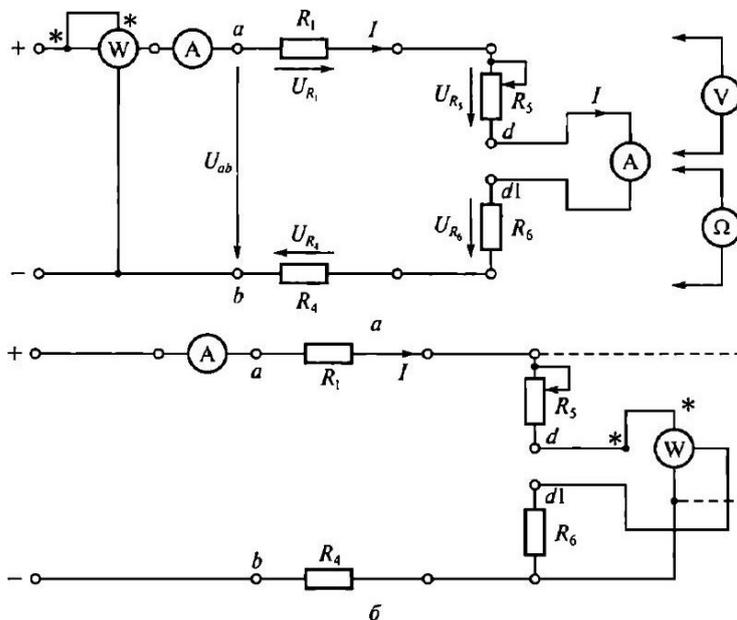

Рис. 2.1. Схемы ЭЦ постоянного тока для проверки:
3.2. Записать в протоколе испытаний применительно к ЭЦ, показанной на рис. 2.1, выражения для закона Ома, 2-го правила Кирхгофа и баланса мощностей.
3.5. Собрать ЭЦ в соответствии с рис. 2.1, а, установив вместо перемычки d — d1 миллиамперметр постоянного тока. После проверки схемы преподавателем подать в ЭЦ постоянное напряжение  $U_{ab}$ . Установить любое значение  $U_{ab}$  в пределах 10 ... 20 В и занести это значение в табл. 2.1.
3.8. Не изменяя сопротивления резистора  $R_5$  и напряжения питания  $U_{аб}$ , измерить с помощью ваттметра мощность, потребляемую каждым элементом ЭЦ и всей цепью ( $P_{аб}$ ). Для этого токовую катушку ваттметра включать последовательно с исследуемой ветвью, в катушку напряжения — параллельно ветви (см. рис. 2.1, б). Результаты занести в табл. 2.1.
5.2. Записать в протоколе испытаний применительно к ЭЦ, показанной на рис. 2.1, выражения для закона Ома, 2-го правила Кирхгофа и баланса мощностей.
5.3. В табл. 2.4 даны значения сопротивлений ЭЦ, приведенной на рис. 2.1. Напряжение питания  $U_{ab}$  задается преподавателем.